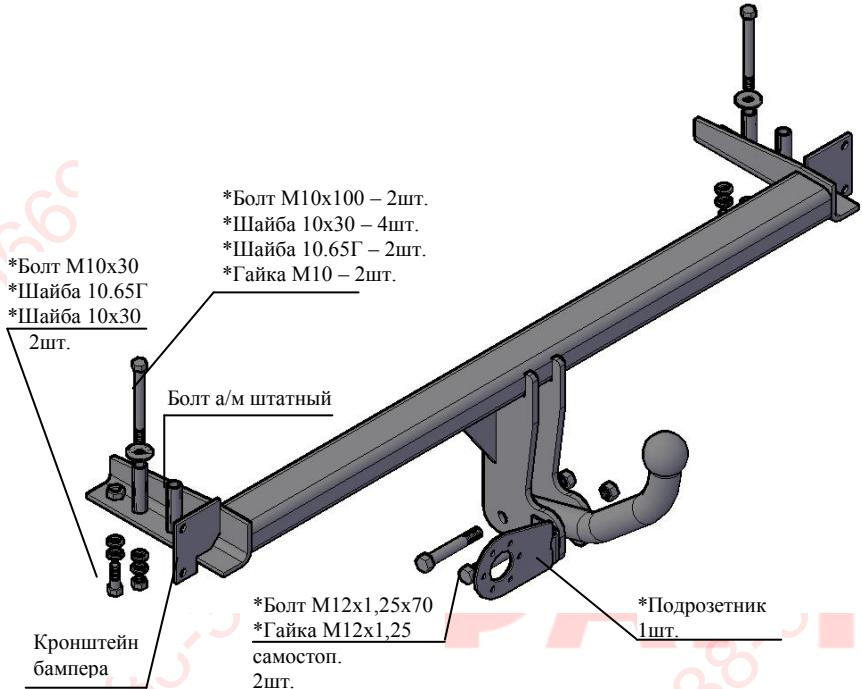

Рис.1 Тягово-сцепное устройство 9421
2.1 ТСУ 9421 в сборе (рис.1)	1 шт.
2.2 Пакет комплектующих ( рис.1)